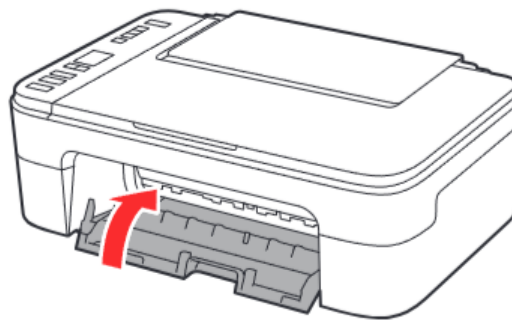

Рисунок 2.18 – Останній етап заміни картриджа
8. закрити кришку (див. рис. 2.18);